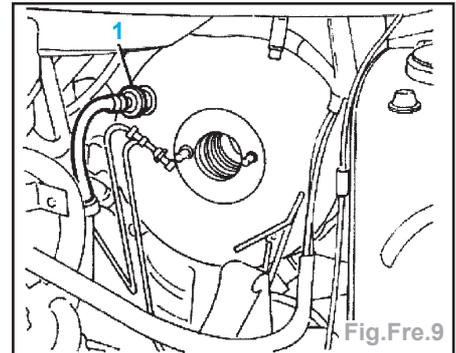

Fig.Fre.9
- Détacher la durit (1) de dépression sur le servofrein (Fig.Fre.9).